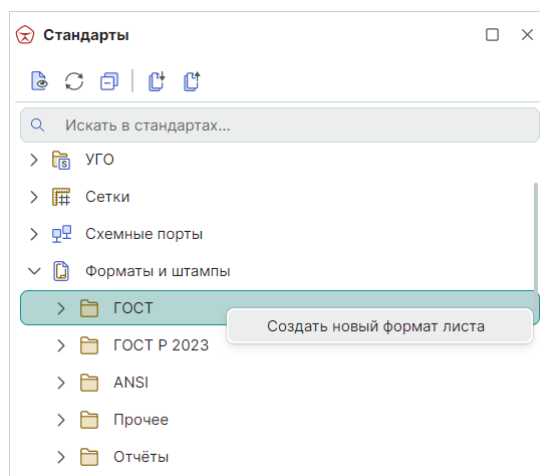

Рис. 76 Создание нового шаблона формата и штампа листа схемы
2. Вызовите контекстное меню для одного из разделов и выберите пункт «Создать новый формат листа», см. Рис. 76.